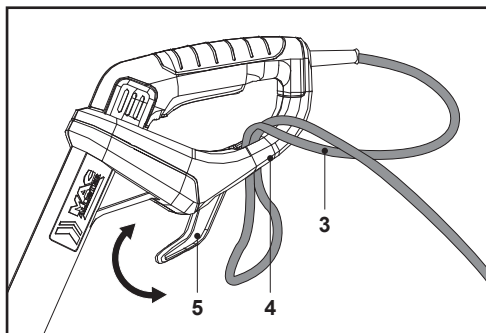

Fig. 4
1. Rotește suportul de cablu (rotativ) (5) și asigură-te că vârful său este orientat în față.
2. Îndoia înapoi cablul de alimentare (3) la circa 60 cm de la capăt și introdu bucla în gaura din apărătoarea spate (4). Trece-l peste suportul de cablu (5) și trage-l ușor (3) pentru a te asigura că este bine fixat (fig. 4, 5).